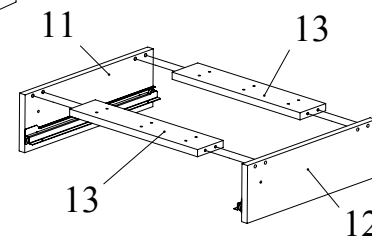

Рис.6
5. Планки 13 закрепить конфирматами 7х50 между боковин 11, 12 (Рис. 6).